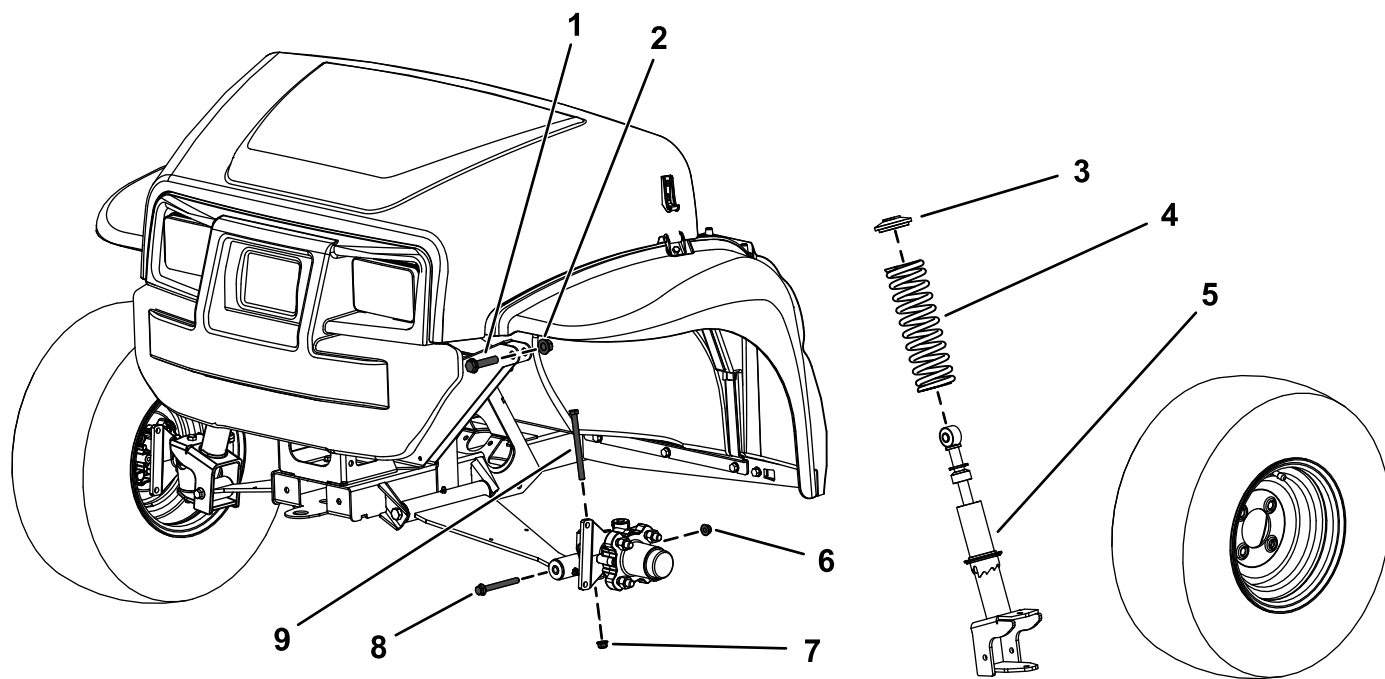

Figure 1
3. Retirez le boulon à tête hexagonale ($\frac{3}{8}$ x $4\frac{3}{4}$ po) et l'écrou à embase ($\frac{3}{8}$ po) de la fusée (Figure 1).
4. Retirez le boulon à tête hexagonale ($\frac{3}{8}$ x $3\frac{1}{2}$ po) et l'écrou à embase ($\frac{3}{8}$ po) du bras de commande (Figure 1).
5. Retirez le boulon à tête hexagonale ($\frac{1}{2}$ x $2\frac{1}{4}$ po) et le contre-écrou ($\frac{1}{2}$ po) qui fixent la jambe de force au cadre supérieur (Figure 1).
6. Déposez la jambe de force (Figure 1).
3. Déposez le ressort la jambe de force (Figure 1).
4. Installez le ressort neuf sur la jambe de force existante (Figure 1).
supérieur ($\frac{1}{2} \times 2\frac{1}{4}$ po) et le contre-écrou ($\frac{1}{2}$ po), comme montré à la Figure 1.
4. Posez le boulon à tête hexagonale ($\frac{3}{8} \times 4\frac{3}{4}$ po) et l'écrou à embase ($\frac{3}{8}$ po) sur la fusée (Figure 1).
6. Fixez la partie inférieure de la jambe de force au bras de commande à l'aide du boulon à tête hexagonale supérieur ($\frac{3}{8} \times 3\frac{1}{2}$ po) et l'écrou à embase ($\frac{3}{8}$ po), comme montré à la Figure 1.